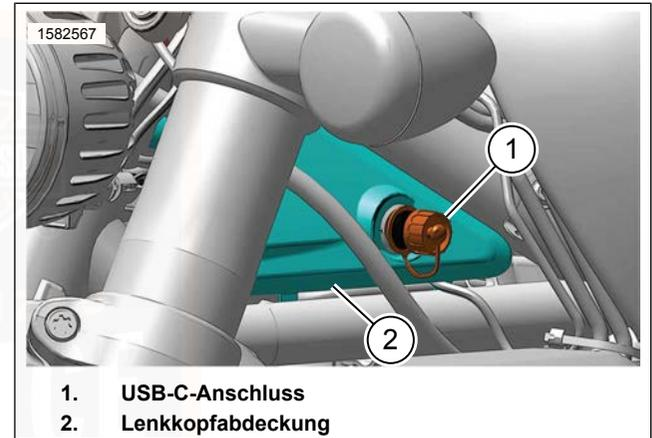

Abbildung 35. USB-C-Anschluss
Siehe Abbildung 35. Das Motorrad verfügt über einen USB-C-Anschluss, um ein Telefon oder Mediengerät aufzuladen und ein Software-Update zu übertragen. Für den Anschluss dieser Geräte muss ein Schnittstellenkabel verwendet werden. Der USB-C-Anschluss wird mit Strom versorgt und ist betriebsbereit, wenn das Fahrzeug eingeschaltet ist oder sich im Nebenverbrauchermodus befindet.
Siehe Abbildung 35. Der USB-C-Anschluss (1) befindet sich in der Linksseitig (LH) Lenkkopfabdeckung (2).